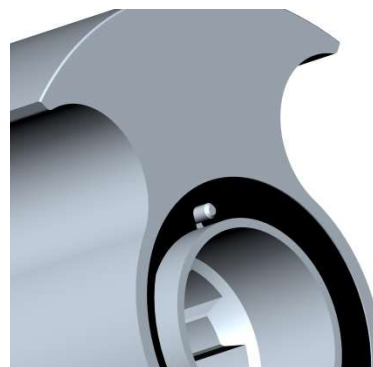

Abbildung 25 – Ausrichten der Winkelmanschette auf dem Mitnehmerstift
- Beim Einbauen des Dichtungssitzes in den Rotor (56) zuerst die Vollgummi-L-Dichtung (83) in den Rotor einsetzen (NICHT schmieren) und die Fluchtung mit dem Antriebszapfen sicherstellen. (Abbildung 25).